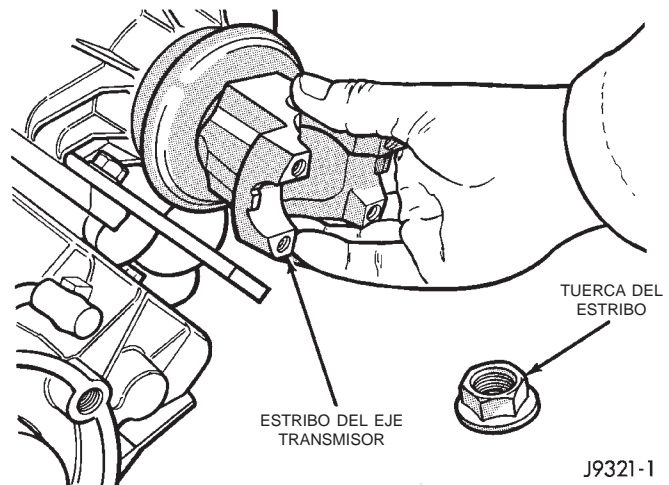
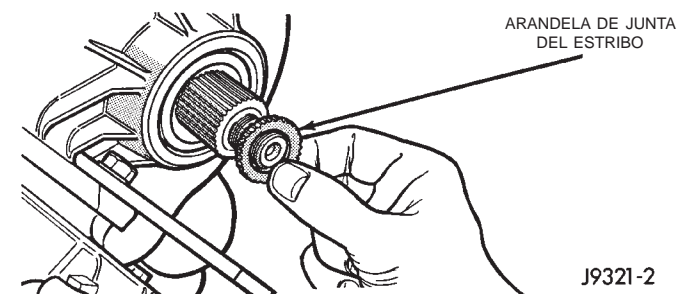

Fig. 75 Instalación del estribo del eje transmisor
Fig. 76 Instalación de la arandela de junta del estribo
(3) Instale una nueva arandela de junta en el eje transmisor delantero (Fig. 76).
(4) Lubrique la maza del estribo con líquido de transmisión e instale el estribo en el eje delantero.
(5) Instale la nueva arandela de junta en el eje delantero.
(6) Instale el estribo y la nueva tuerca del estribo en el eje transmisor delantero (Fig. 75).
(7) Apriete la tuerca del estribo con una torsión de 122-176 N·m (90-130 lbs. pie). Use la herramienta C-3281, o una similar, para sostener el estribo mientras aprieta la tuerca.